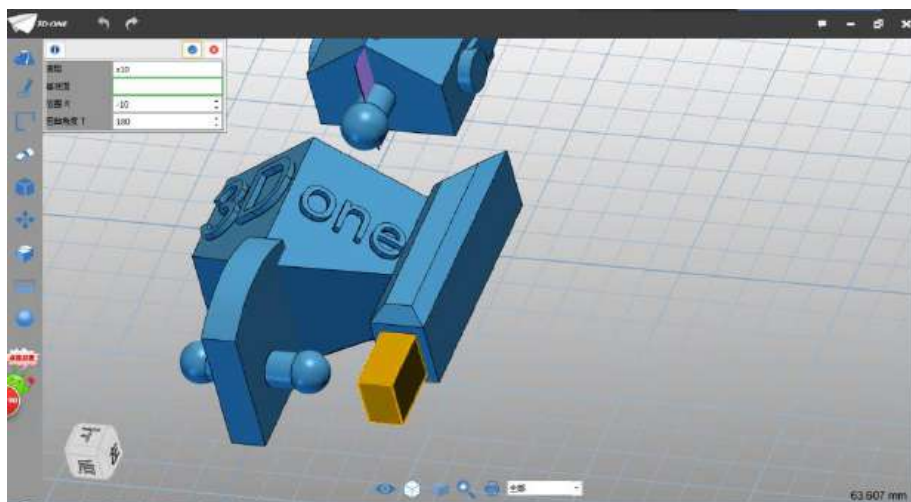

图 3-12
Step 12 选择扭转命令 ，造型选择拉伸的长方体，如下图 3-12 所示：